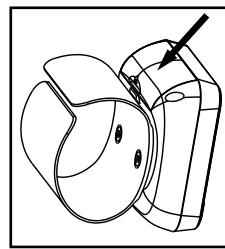

Bild 2
- Schließen Sie das Batteriefach wieder, indem Sie den Batteriedeckel in Pfeilrichtung schieben und einrasten lassen (Bild 2).